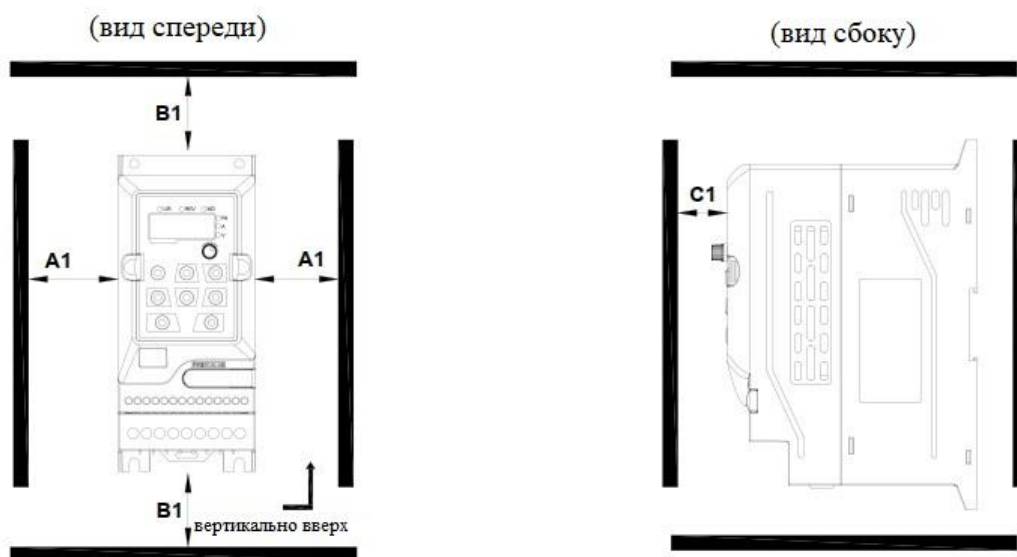

Рис. 3-1 Установка с одним инвертором.
- Как показано на рис. 3-1, место для установки должно обеспечивать достаточное пространство для радиатора преобразователя частоты. При резервировании места учитывайте тепловыделение других устройств в шкафу.